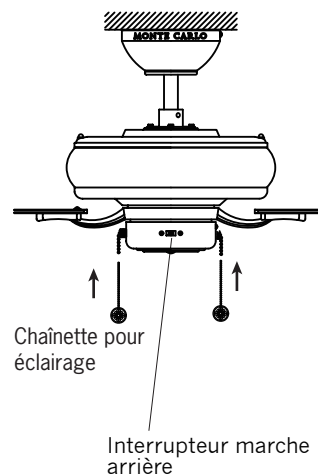

Fig. 11
Installez les chaînettes du ventilateur sur les chaînettes déjà en place sur le ventilateur. Les chaînettes sont fournies avec l'ensemble. (Fig. 11)
**Remarque :** l'interrupteur en position renversée doit être positionné complètement EN BAS ou EN HAUT pour que le ventilateur fonctionne. S'il est positionné au centre, le ventilateur ne fonctionnera pas. (Fig. 11)